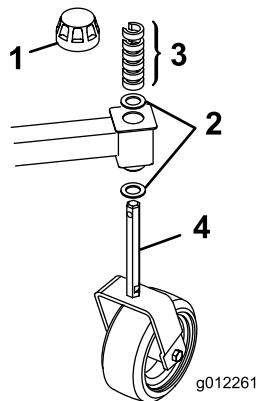

Figura 3
1. Rimuovete i cappucci di tensione dagli assi dei perni ed estraete i distanziali e le rondelle di spinta (Figura 2 & Figura 3).
2. Posizionate i distanziali sul fusello della ruota orientabile fino ad ottenere l'altezza di taglio richiesta; fate riferimento alla tabella in Regolazione dell'altezza di taglio. Fate scorrere la rondella di spinta sul fusello. Spingete il fusello ruota orientabile grande attraverso il braccio ruota orientabile anteriore e il fusello ruota orientabile piccolo attraverso il braccio ruota orientabile posteriore. Montate un'altra rondella di spinta e i distanziali restanti sul fusello, quindi montate il cappuccio di tensione per fissare gli elementi del gruppo (Figura 2 & Figura 3).